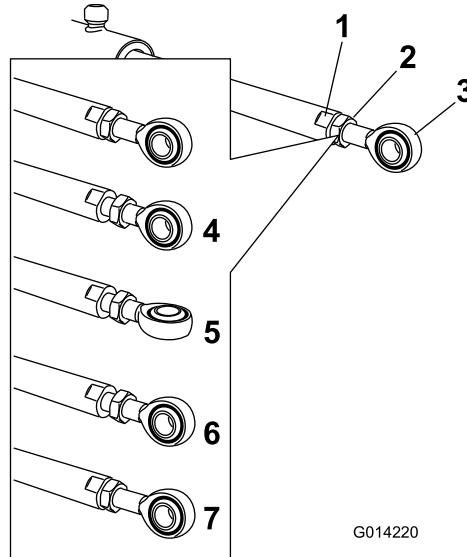

**Bild 105**
2. Nehmen Sie den Splint vom Lagerbolzen ab (Bild 105).
3. Heben Sie den Ausleger an und nehmen Sie den Stift ab (Bild 105), senken Sie den Ausleger dann langsam auf den Boden ab.
9. Halten Sie den Ausleger fest und stecken Sie den Stift durch das Auslegerscharnier und die Aktuatorstange (Bild 105).